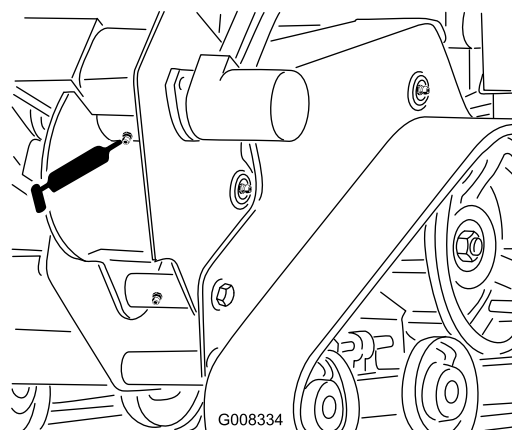

Figure 25
3. Nettoyez le graisseur du carter de la trancheuse avec un chiffon et raccordez-y une pompe à graisse (Figure 25).